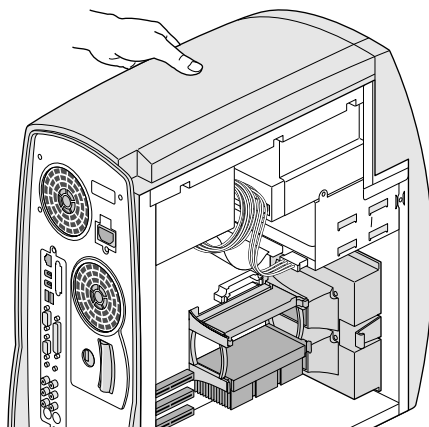

図 6-3 システムを手で押さえて固定する
7. システムユニットの上部を片手で押さえて固定し、プロセッサを取り付けます (図 6-3)。